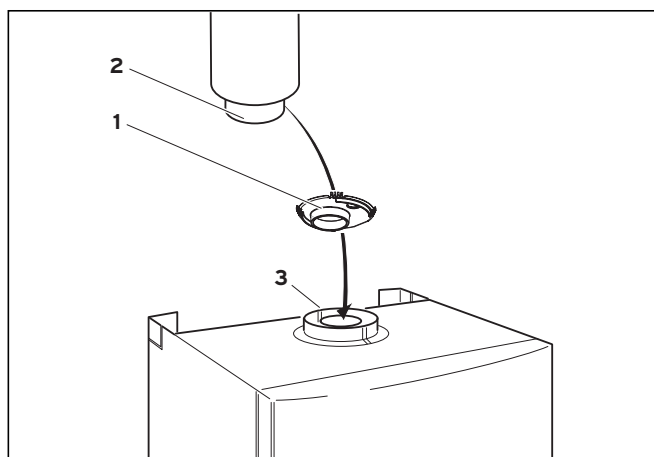

Рис. 4.13 Монтаж дроссельных шайб газохода
- Вдавите дроссельную шайбу газохода (1, см. рис. 4.13) до упора в муфту аппарата (3).